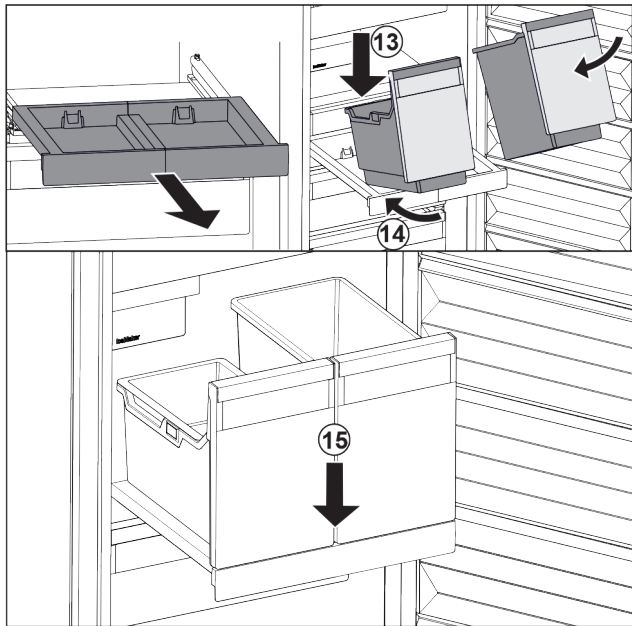

Fig. 129
- ▶ Posodo položite na izvlečno polico v poševnem položaju. Fig. 129 (13)
- ▶ Posodo potisnite v poševnem položaju proti zadnji strani. Fig. 129 (14)
- ▶ Posodo odložite spredaj. Fig. 129 (15)